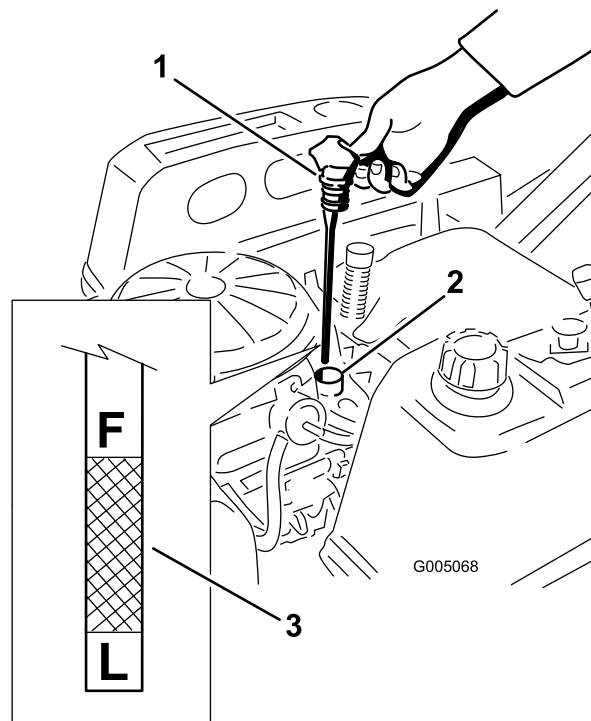
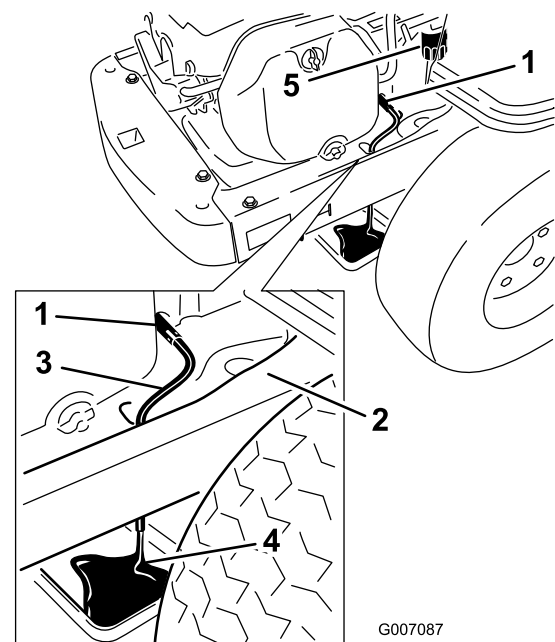

Figura 30
Figura 32
4. Tirate e rimuovete il tappo dell'olio/l'asta di livello; rimuovete l'olio. Reinserite l'asta di livello e premete con forza in sede (Figura 30).
5. Rimuovete l'asta e controllate il livello dell'olio. (Figura 30).
7. Collocate un vassoio raccoglitore sotto la macchina direttamente sotto il foro di spurgo nel telaio, come indicato nella Figura 32.
8. Girate la valvola di spurgo di 1/4 di giro in senso antiorario per aprirla e lasciate defluire l'olio (Figura 32). Togliete il tappo/asta del rabbocco dell'olio (Figura 30).
10. Rimuovete il vecchio filtro e pulite lo spessore di montaggio (Figura 32).
11. Quando l'olio è defluito completamente, chiudete la valvola di spurgo dell'olio. Rimuovete il tubo di spurgo dell'olio e tergete l'olio superfluo presente sul telaio (Figura 32).
15. Versate lentamente nel tubo di rifornimento (Figura 30) l'80% circa dell'olio indicato.
16. Montate il tappo dell'olio e l'asta di livello e spingete saldamente in sede (Figura 30).
17. Controllate il livello dell'olio (Figura 30); vedere Controllo del livello dell'olio.
19. Montate il tappo dell'olio e l'asta di livello e spingete saldamente in sede (Figura 30).